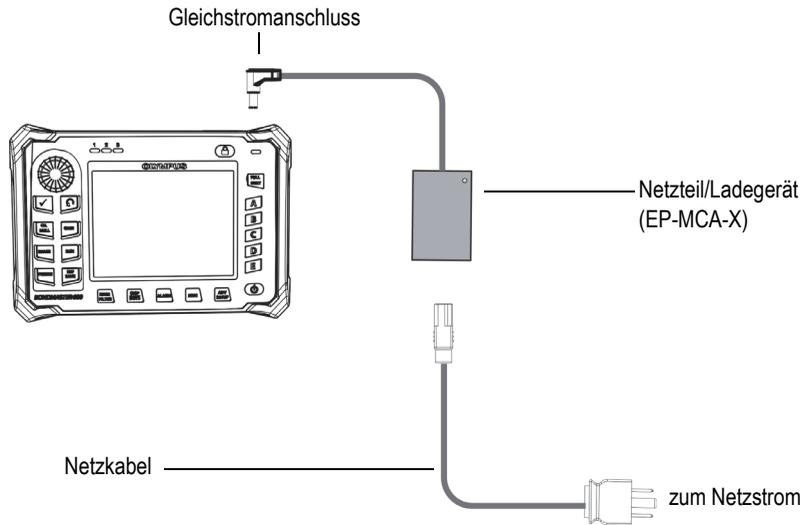

Abbildung 2-7 Anschluss des Netzteils/Ladegeräts
1. Verbinden Sie das Netzteil/Ladegerät über das Netzkabel mit dem Stromnetz (siehe Abbildung 2-7 auf Seite 39).